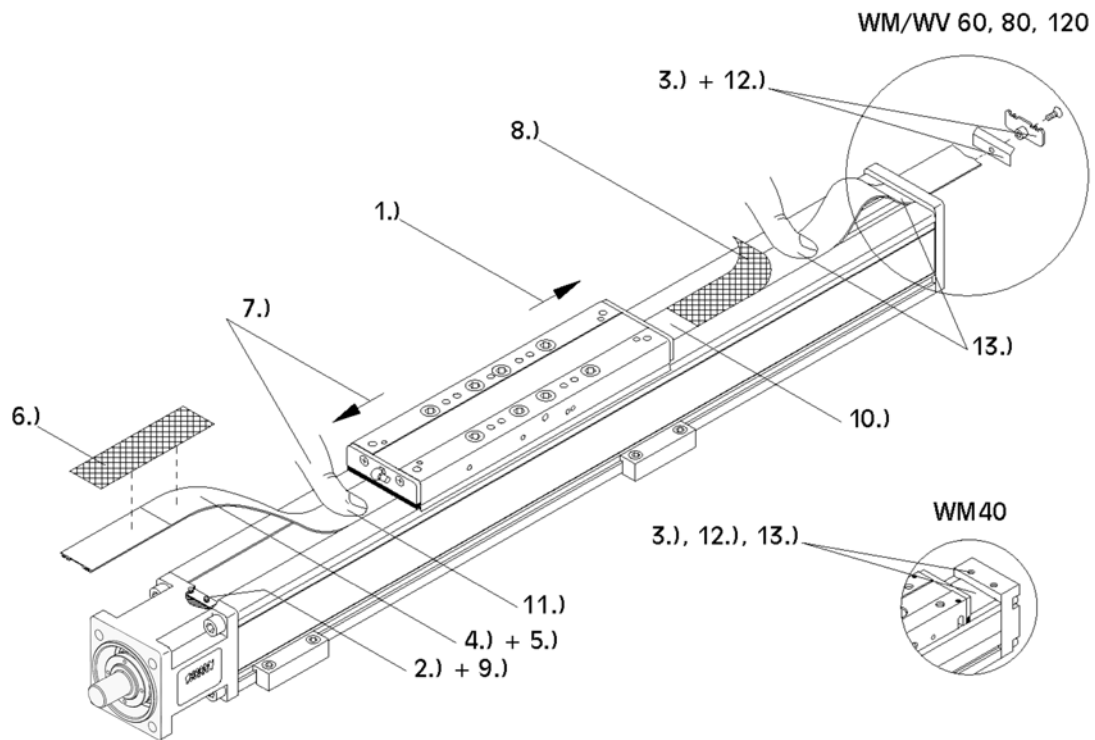

Figure 15: Remplacement de la bande de recouvrement
1. **Figure 15:** Amener le chariot dans sa position finale arrière (côté du palier libre).